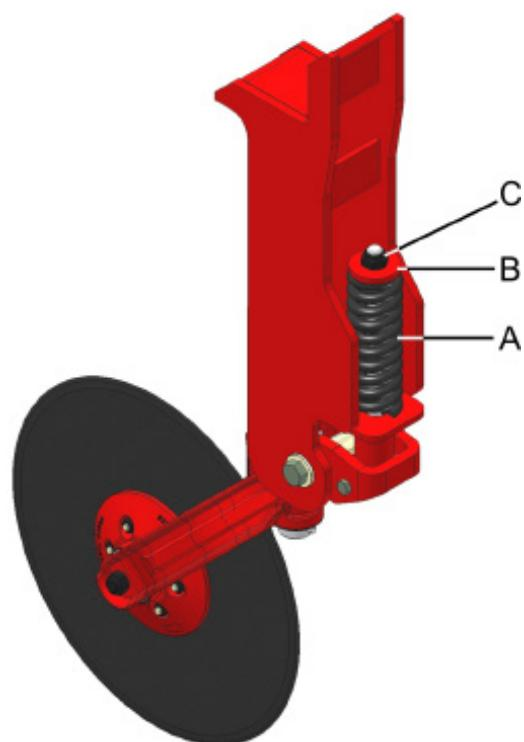

fig. 28
A profundidade do disco de corte é determinada pelo aumento da pressão da mola (A) (fig. 28) através do deslocamento com chave do guia (B), sendo o mesmo travado através da porca (C). Observe que a medida ajustada deverá ser a mesma em todas as molas das linhas.